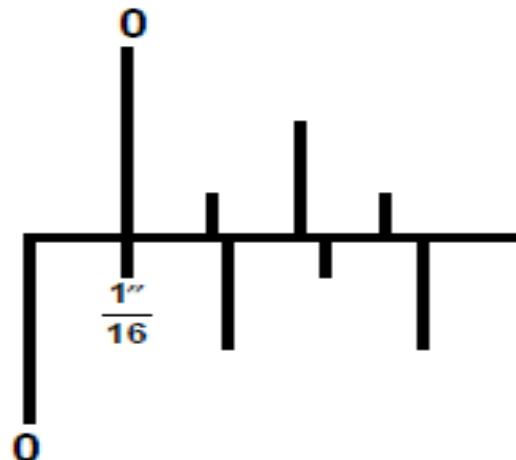
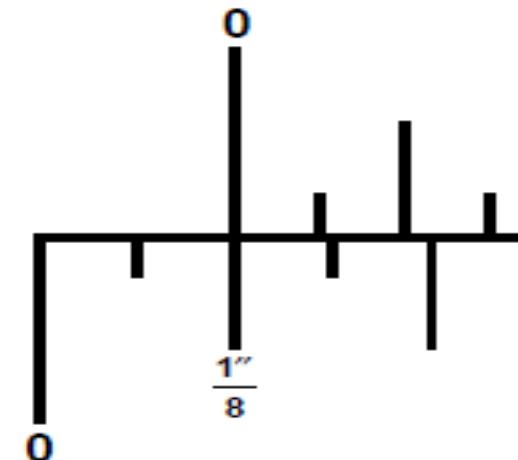

Fig.2
Fig.3
- Assim sendo, se deslocarmos o cursor do paquímetro até que o traço zero do nônio coincida com o primeiro traço da escala fixa, a leitura da medida será $1/16''$ (fig.2), no segundo traço, $1/8''$ (fig.3), no décimo traço, $5/8''$ (fig.4).